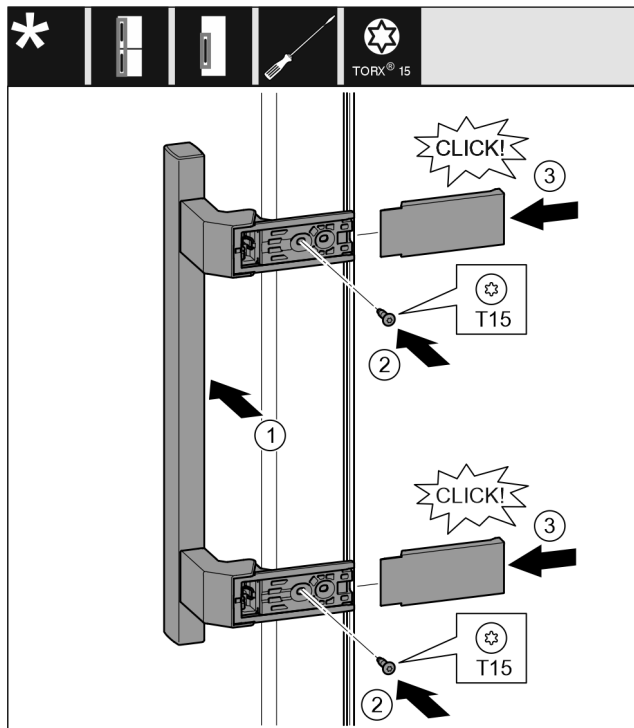

Fig. 23
- ▶ Sätt på handtaget på andra sidan. Fig. 23 (1)
- ▶ Dra åt skruvarna med skruvmejsel T15. Fig. 23 (2)
- ▶ Sätt in skydden från sidan och skjut på dem. Fig. 23 (3)